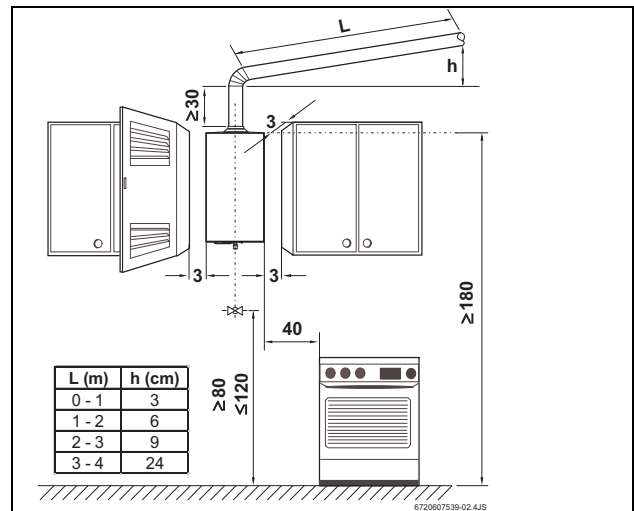

Fig. 3 Espacements minimaux (cm)
- Respecter les espacements minimaux d'installation indiqués dans la fig. 3.